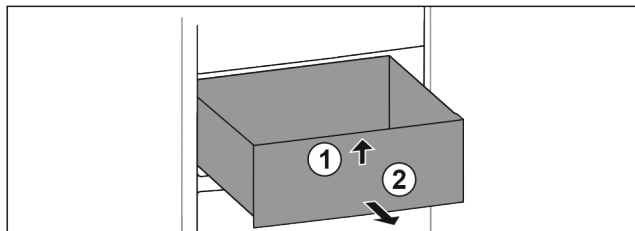

Fig. 13
- ▶ Vpředu nadzvedněte Fig. 13 (1).
- ▶ Odeberte směrem dopředu Fig. 13 (2).